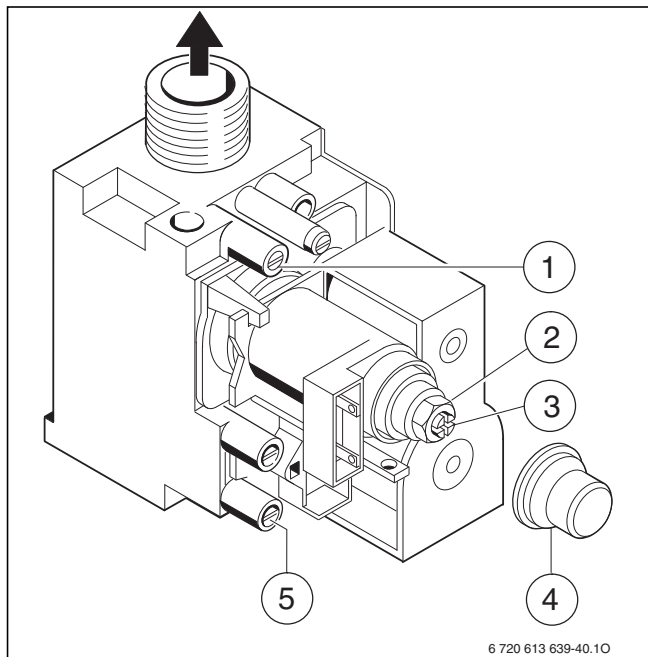

Bild 49 Gasarmatur
- Dichtschaube am Mess-Stutzen für Düsendruck (→ Bild 49, [1]) lösen und U-Rohrmanometer anschließen.
- Abdeckung (→ Bild 49, [4]) entfernen.
- Für „max“ angegebenen Düsendruck (mbar) aus Tabelle Seite 46 entnehmen. Düsendruck über Einstellschraube max. Gasmenge (→ Bild 49, [2]) einstellen. Rechtsdrehung mehr Gas, Linksdrehung weniger Gas.
- Für „min“ angegebenen Düsendruck (mbar) aus Tabelle Seite 46 entnehmen. Düsendruck über Einstellschraube min. Gasmenge (→ Bild 49, [3]) einstellen.
- ▶ Dichtschaube am Mess-Stutzen für Gas-Anschlussfließdruck (→ Bild 49, [5]) lösen und Druckmessgerät anschließen.
- ▶ Abdeckung (→ Bild 49, [4]) entfernen.
- ▶ Für „max“ angegebene Gasdurchflussmenge aus Tabelle Seite 46 entnehmen. Gasdurchflussmenge über Gaszähler an Einstellschraube max. Gasmenge (→ Bild 49, [2]) einstellen. Rechtsdrehung mehr Gas, Links-drehung weniger Gas.
- ▶ Für „min“ angegebene Gasdurchflussmenge aus Tabelle Seite 46 entnehmen. Gasdurchflussmenge über Gaszähler an Einstellschraube min. Gasmenge (→ Bild 49, [3]) einstellen.